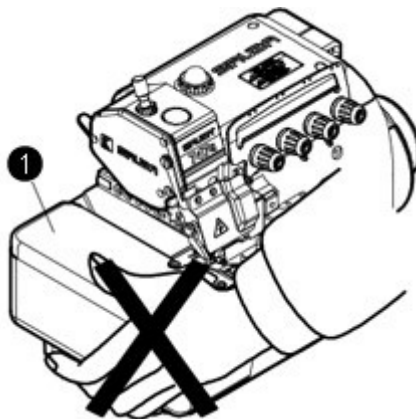

Fig. 7
1. Ao movimentar a máquina de costura após abrir a caixa, não segure o lado de baixo da tampa de tecido. ①(Fig. 7)